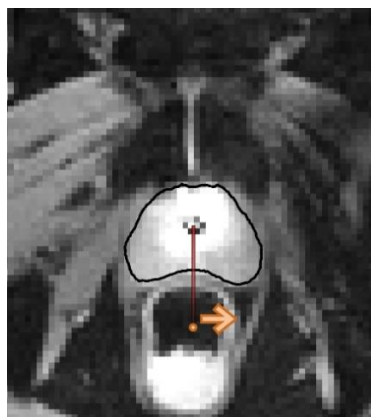

Abbildung 72: Startposition für die Ultraschallabgabe und die Rotation des Geräts
**Radiologe:** Stellen Sie vor Behandlungsbeginn auf der TDC-Registerkarte *Verabreichung* die Startposition und Richtung der UA-Rotation ein. Beginnen Sie nicht mit einer Ablationstherapie, wenn der UA auf empfindliche Strukturen wie z. B. neurovaskuläre Bündel oder das Rektum gerichtet ist. Klicken Sie einmal auf den orangefarbenen Pfeil, um die beabsichtigte UA-Bewegung zu Behandlungsbeginn im oder gegen den Uhrzeigersinn zu ändern. Passen Sie die Startposition des UA an, indem Sie auf den orangefarbenen Punkt neben dem Pfeil klicken und ihn ziehen (*Abbildung 72*). Klicken Sie nach dem Einstellen der gewünschten UA-Position und Drehrichtung auf **Drehen nach ###h##min**, um den Befehl auszuführen. Sie können auch auf die Schaltfläche **Zurücksetzen** klicken, um den Befehl abzubrechen.